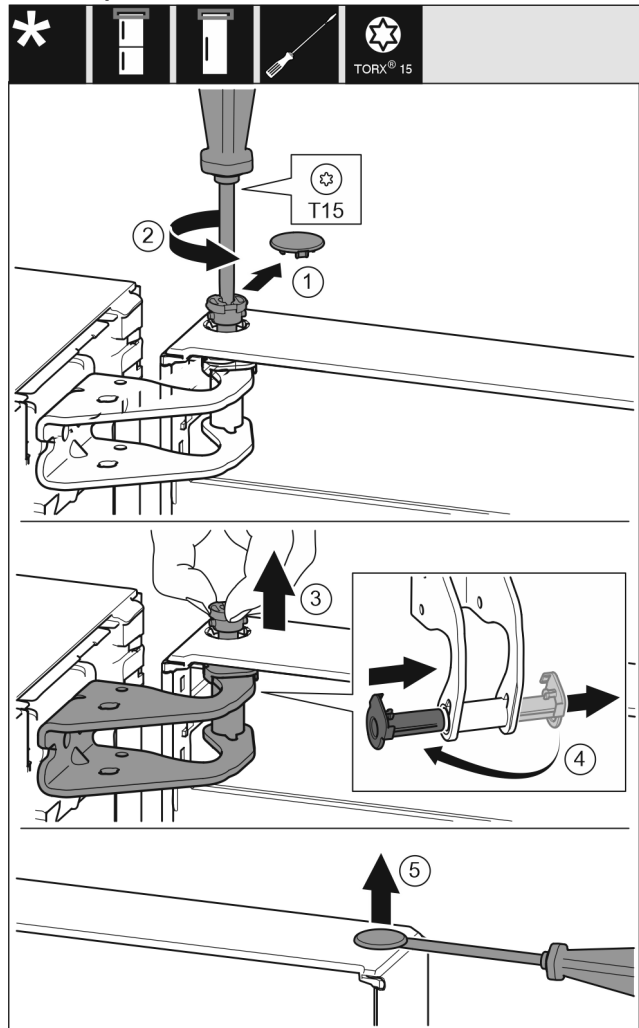

Fig. 10
- ▶ Ta försiktigt av blindlocket. Fig. 10 (1)
- ▶ Skruva ut bulten en bit med torxskruvmejsel T15. Fig. 10 (2)
- ▶ Håll fast dörren och dra ut bulten med fingrarna. Fig. 10 (3)
- ▶ Dra ut lagerbussningen ur hålen. Sätt in den från den andra sidan så att den går i lås med ett klick. Fig. 10 (4)
- ▶ Bänd försiktigt upp pluggarna från dörrlagerbussningen med en spårskruvmejsel och dra ut dem. Fig. 10 (5)